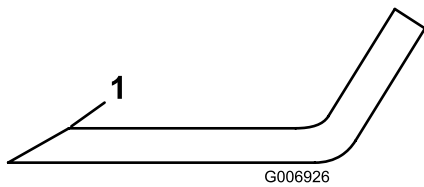

Figure 16
3. Examinez les tranchants de toutes les lames. aiguiser-les s'ils sont émoussés ou ébréchés. N'aiguiser que le haut du tranchant et conservez l'angle de coupe d'origine pour obtenir une coupe nette (Figure 16). Limez la même quantité de métal sur chacun des deux tranchants pour ne pas déséquilibrer la lame.